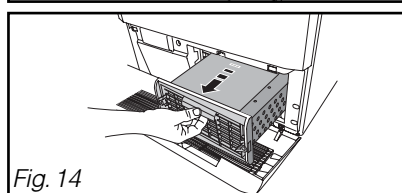

Fig. 14
- Retirez-le délicatement (Fig.14).